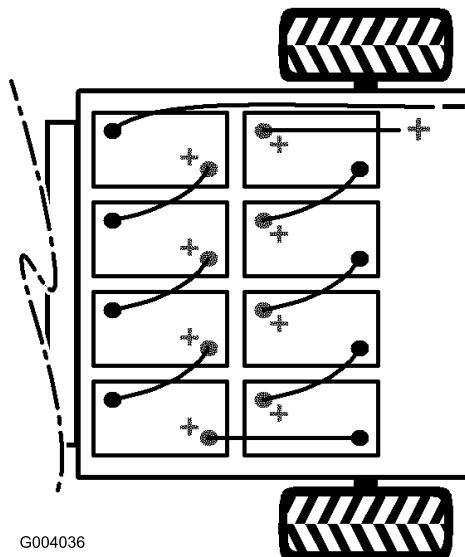

Figura 38
2. Desligue o fio negativo comprido e negro que liga os pólos das baterias ao veículo (Figura 38).
3. Desligue o fio positivo comprido e vermelho que liga os pólos das baterias ao veículo (Figura 38).
Nota: Obs.: Preste atenção à polaridade das baterias quando trocar de baterias (Figura 38).
9. Ligue as baterias umas às outras com os cabos próprios (gravura Figura 38).
10. Ligue o fio positivo comprido e vermelho das baterias ao veículo (Figura 38).
11. Ligue o fio negativo comprido e preto das baterias ao veículo (Figura 38).